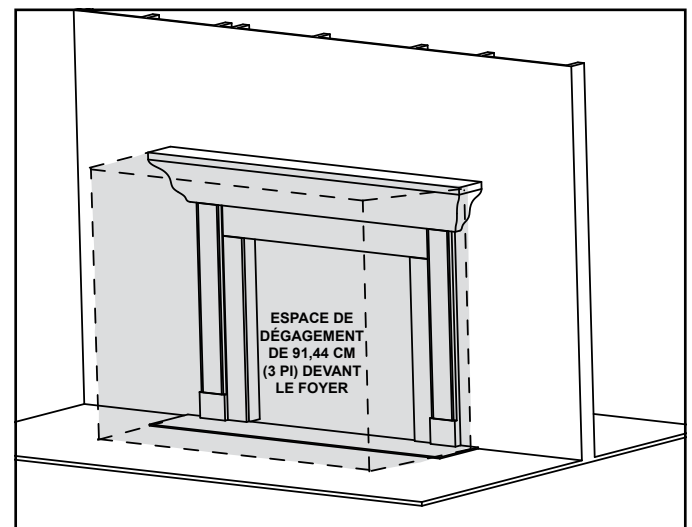

Figure 3.1 Exigences de dégagement : pour tous les modèles
**AVERTISSEMENT! NE PAS** placer d'objets inflammables devant le foyer ou qui recouvrent les ouvertures du foyer. Des températures élevées pourraient provoquer un incendie. Voir la figure 3.1.